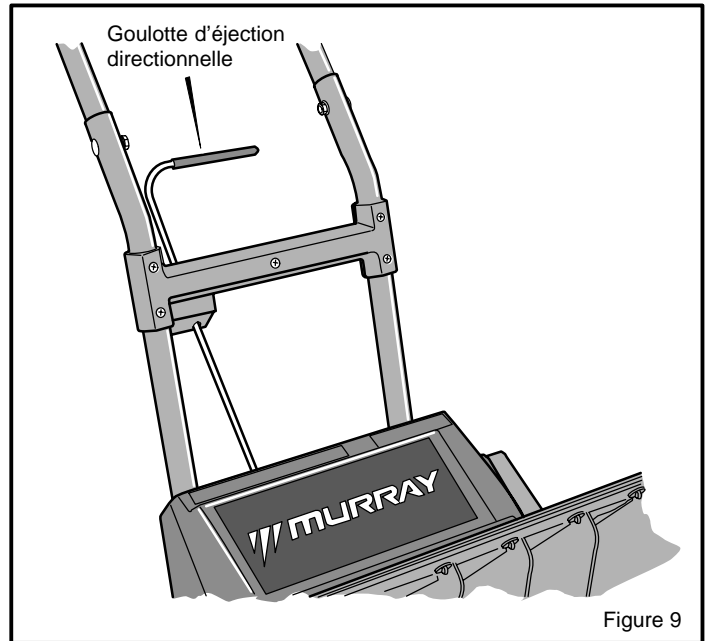

Figure 9
- Tirer sur la tige de commande pour la dégager de la position présente. Figure 9.